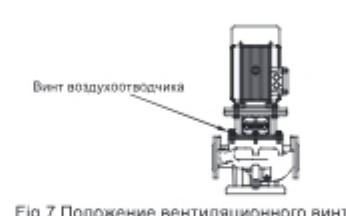

Fig.7 Положение вентиляционного винта
1. Закройте выпускной, запорный клапан и ослабьте винт воздухоотводчика в опоре двигателя. fig.7.
- Ослабьте винт вентиляционного отверстия, и.о.с. fig.7.